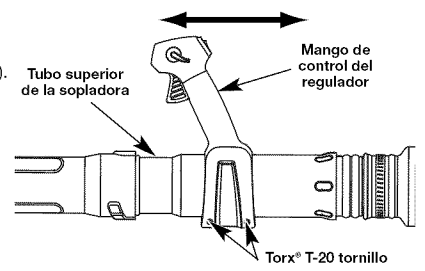

Fig. 6
1. Mueva el mango de control del regulador a un lugar en el tubo superior de la sopladora que proporcione el mejor agarre (Fig. 6).
2. Utilizando un destornillador Torx® T-20, apriete los dos tornillos que están en la parte inferior del mango de control del regulador (Fig. 6).